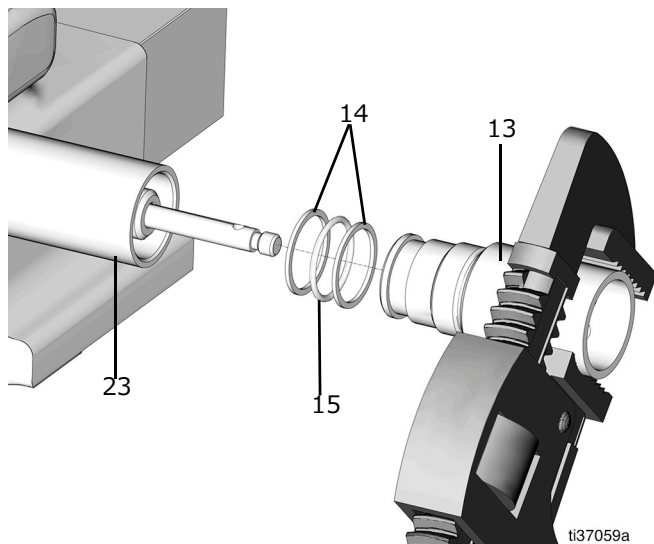

図 38
18. 布で保護されている万力かポンプチューブを配置して、締め付け、下ポンプチューブ (23) を安定した状態に保てるようにします (図 38)。
19. パイプレンチでシャベルチューブ (13) を緩めて、下ポンプチューブ (23) から取り外します (図 38)。
20. シャベルチューブ (13) から 2 つのバックアップリング (14) と O リング (15) を取り外します (図 38)。